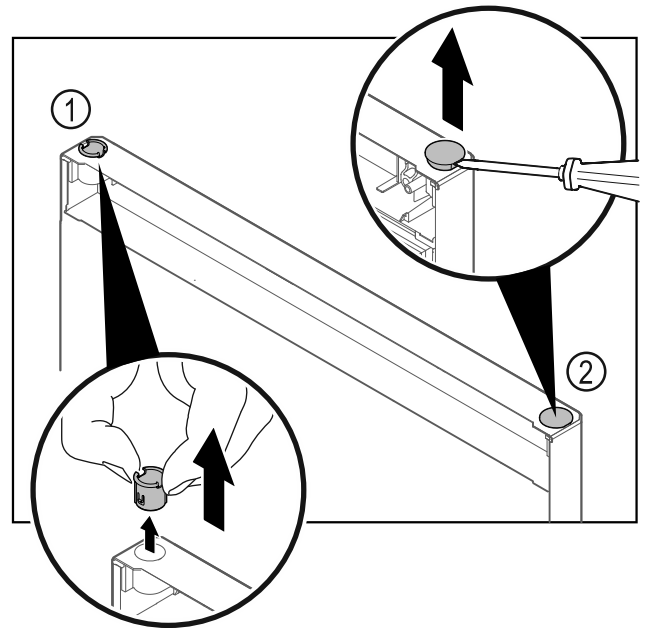

Fig. 30 Gefrierteiltür
- Scharnierbuchse Fig. 30 (1) mit den Fingern herausziehen.
- Abdeckstopfen Fig. 30 (2) vorsichtig mit einem Schlitzschraubendreher anheben und herausziehen.